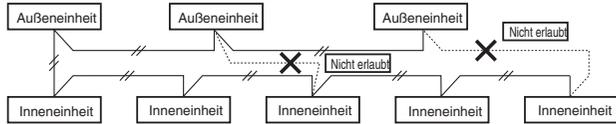

Abb. 4-1
(2) Die Einheiten-Steuerverbindungsverkabelung darf nicht so angeschlossen werden, dass eine Schleife gebildet wird. (Abb. 4-1)